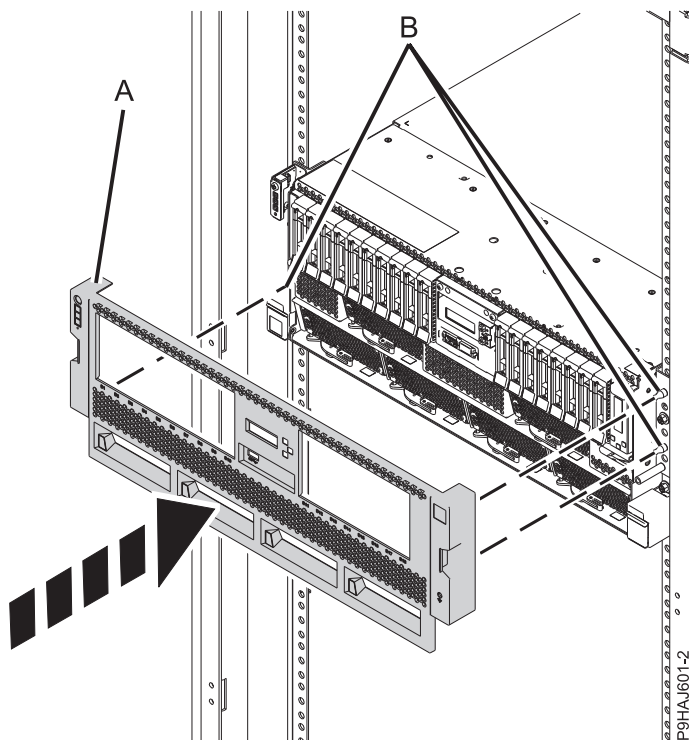

Figura 17. Instalación de la cubierta frontal
2. Para un sistema montado en bastidor, presione suavemente la cubierta frontal (A) hacia dentro hasta que quede encajada en su lugar. La cubierta tiene hendiduras para que se sujete más fácilmente. Utilice las patillas de alineación (B) para fijar la cubierta en el sistema, tal como se muestra en la Figura 17 en la página 32.